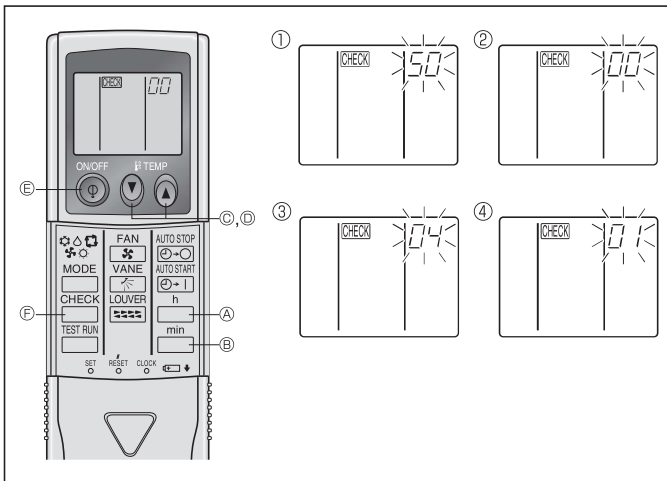

Fig. 6-10
⑤ กดปุ่ม MODE (E) และโหมดและหมายเลขที่ตั้งค่า (I) และ (II) จะเปลี่ยนไปเพื่อให้ตั้งค่าและยืนยันการตั้งค่า
⑥ กดปุ่ม FILTER A และปุ่ม TEST RUN B ค้างไว้พร้อมกันอย่างน้อย 2 วินาที หน้าจอเลือกฟังก์ชันจะหายไปครู่หนึ่ง สัญลักษณ์เปิดเครื่องปรับอากาศ OFF จะแสดงขึ้นมาบนหน้าจอ
2) สำหรับรีโมทคอนโทรลไร้สาย (Fig. 6-10)